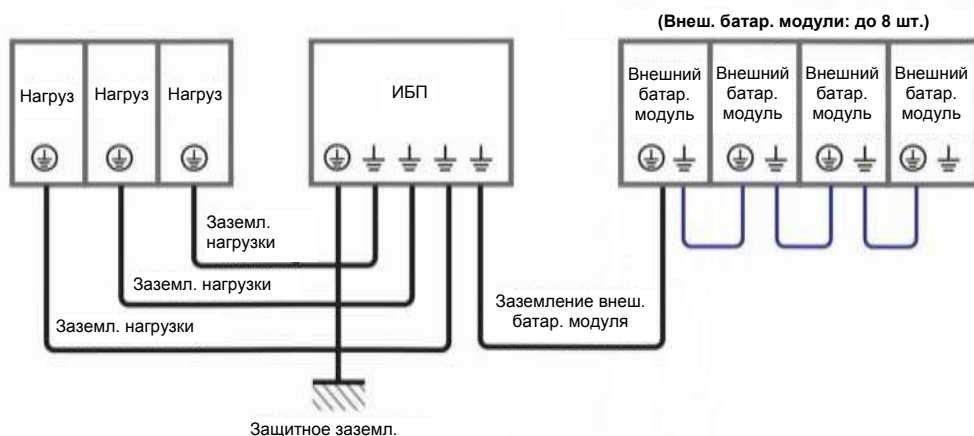

Рисунок 5-13: Схема заземления, один ИБП
- 10** См. **Рисунок 5-13** для заземления ИБП, внешнего батарейного модуля (модулей) и важных нагрузок.
- 4 См. **Рисунок 5-13** для заземления ИБП, внешнего батарейного модуля (модулей) и важных нагрузок.